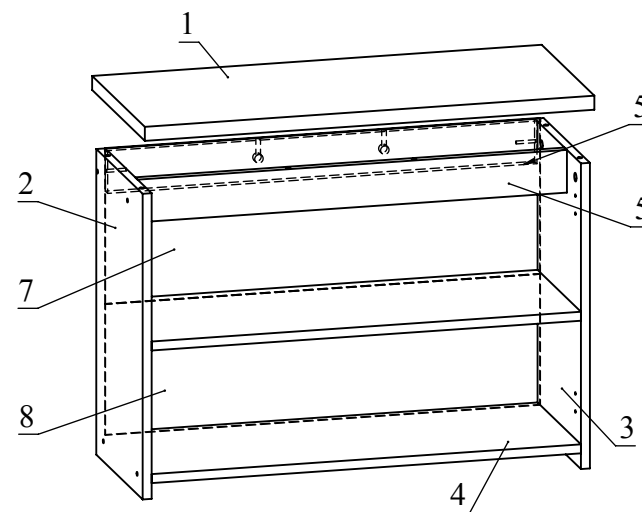

Рис.6
5. В пазы деталей 2, 3, 4 последовательно вставьте задние стенки 7 и 8 из ДВП. Между стенками из ДВП установите стыковочный профиль для ДВП (Рис. 6).
6. Установите деталь 1 на детали 2, 3, 5 и зафиксируйте, повернув конфирматным ключом головки минификсов по часовой стрелке до упора (Рис. 6).